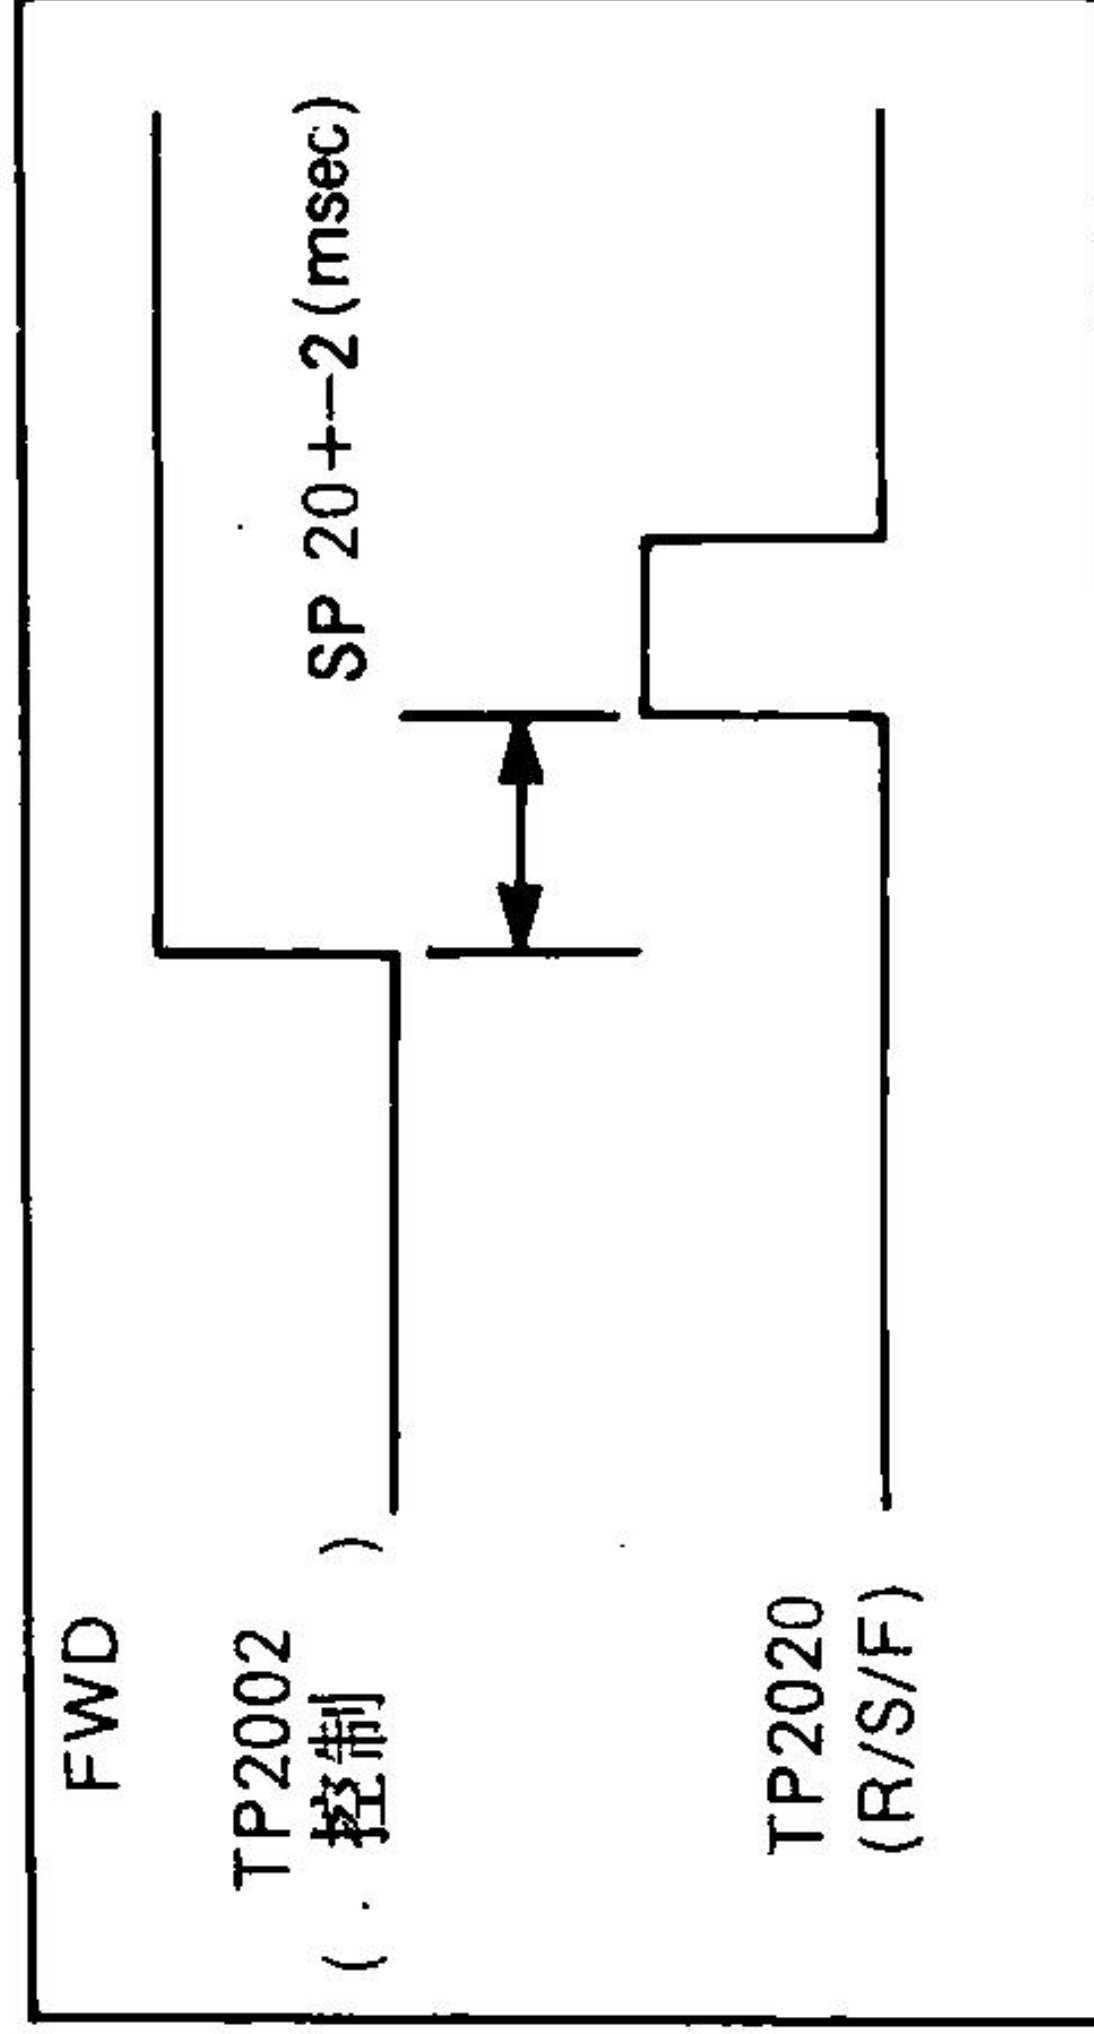

图 E4
2. 调整VR2011, 使相差为 $20 \pm 2\text{ms}$, 如图 E4所示。